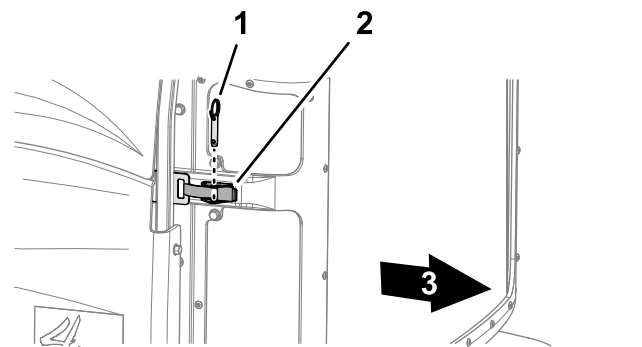

Figura 62
2. Retire el pasador de bola del cierre de la rejilla (Figura 62).